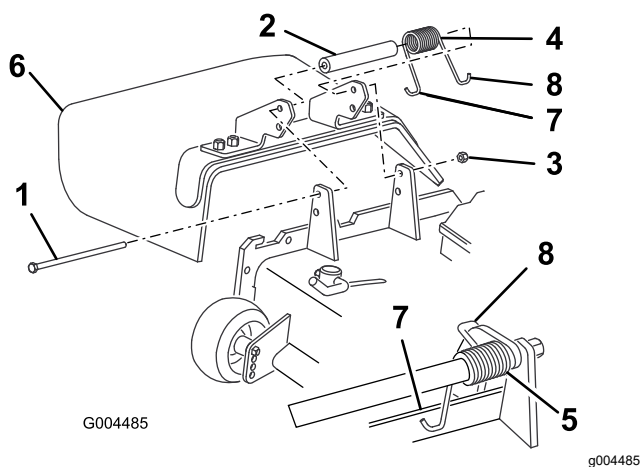

图 27
2. 卸下将折流板固定到枢轴支架的锁紧螺母、螺栓、弹簧和隔片图 27。拆下损坏或磨损的草折流板。
- 将隔片和弹簧放在更换草折流板支架中间图 27。将弹簧左侧 J 型吊钩端放在滚刀组边缘的后面。
注意 确保弹簧的左侧吊钩端安装在滚刀组边缘的后面然后按图 27 所示安装螺栓。
- 安装螺栓和螺母。将弹簧右侧吊钩端放在草折流板旁边图 27。